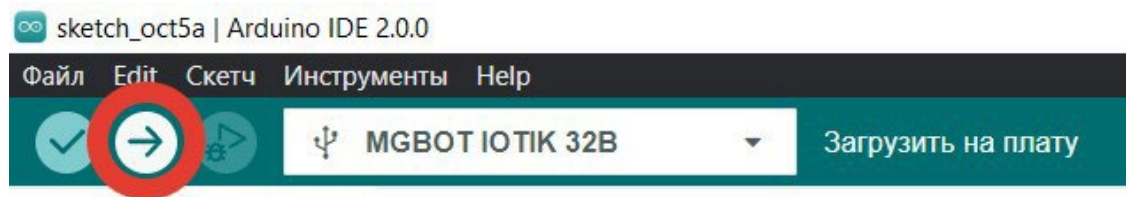

Рисунок 12. Кнопка Загрузить на плату
6. Для проверки загрузите пустой скетч, нажав кнопку Загрузить на плату (рис. 12).